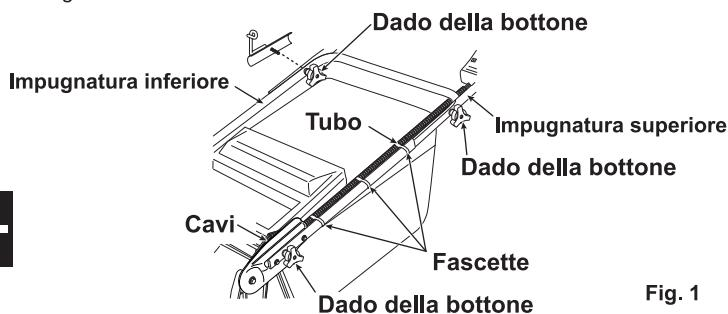

Fig. 1
**(Fare riferimento alle Figure 1 e 2)**